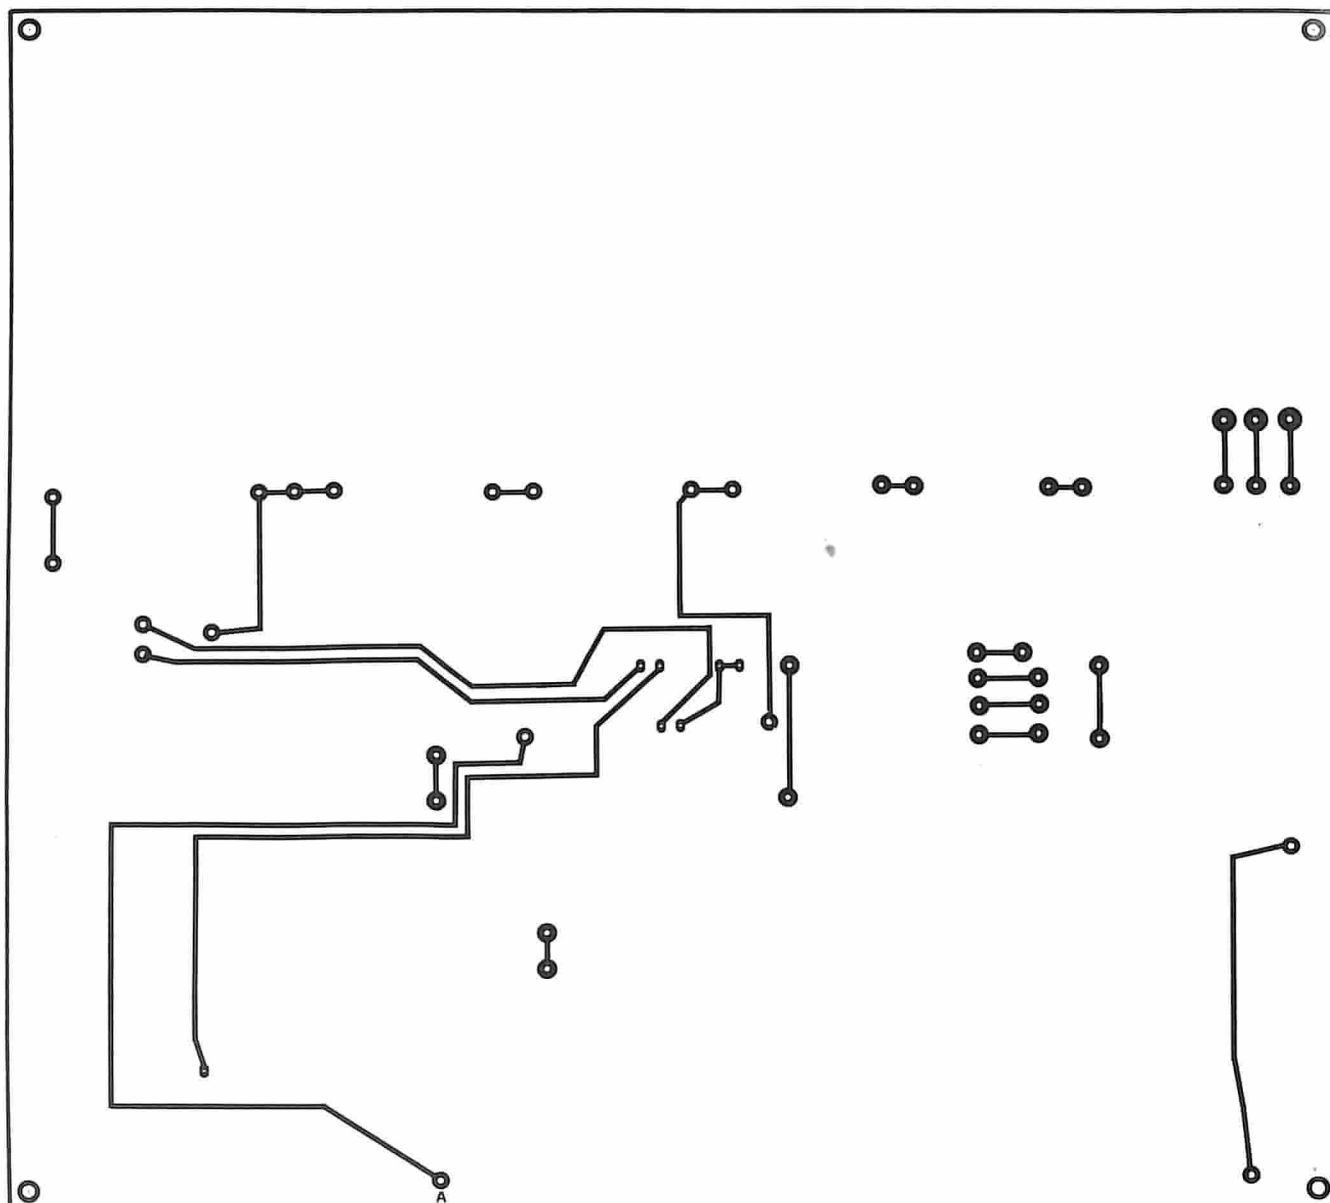

Fig. 3 - Circuito stampato, della pista superiore, visto dal lato componenti.
12 V e il (+) batt. 12 V sull'interruttore e l'uscita dello stesso con il corrispondente punto (J), dove fanno capo, l'uscita ed entrata dei circuiti integrati IC1 e IC2 e dei condensatori C5 e C6. Prima di proseguire il montaggio degli altri componenti è consigliabile provare l'alimentatore, verificando se sulle due uscite, sono presenti le rispettive tensioni, di + 5 V (uscita di IC2) e + 12 V (uscita di IC1). Verificate le condizioni ottimali di funzionamento dell'alimentatore, proseguite con il montaggio dei componenti relativi al circuito "Contatore" a 4 cifre, facendo riferimento alla fig. 3, dello schema elettrico pubblicato nella prima parte. Come prima cosa è consigliabile saldare le resistenze R2, R3, R4, R5, R6, R7, R8, R9, quindi saldate i condensatori C1, C2, C3, questi ultimi condensatori elettrolitici al tantalio, dovranno essere saldati, rispettandone la loro polarità. Continuate saldando le due impedenze J1 e J2 (VK 200) ed infine montate lo zoccolo (a 18 pin) del circuito integrato IC1 e i transistori TR1, TR2, TR3, TR4, rispettan-
N.B. - Tutti i punti che figurano sullo schermo elettrico, (vedi fig. 3), pubblicato nella prima parte e cioè i punti E, F, A, B, D, R, M, risultano già collegati nel circuito stampato.